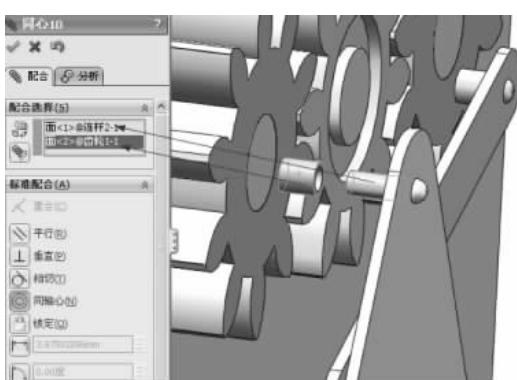

图 3-91 同轴心配合
(5) 单击【装配体】工具栏中的【配合】按钮 ，选择【同轴心】配合类型 ，在【配合选择】选项组下的选择框中选择连杆 2 上方的圆柱凸台外圆面和左侧齿轮圆柱凸台外圆面，如图 3-91 所示。